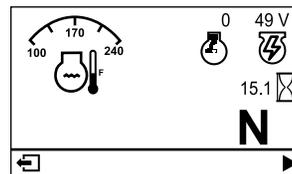

Figure 18
- **Écran d'information principal (Figure 18) :** affiche les données actuelles de la machine quand la clé est à la position CONTACT.